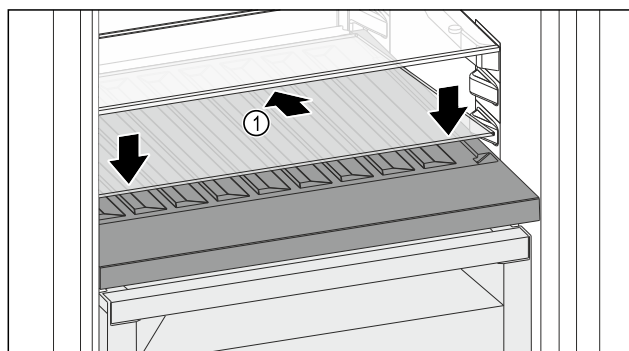

Fig. 141
- ▶ 向后下方倾斜放置玻璃隔板 Fig. 141 (1)。
- ▶ 放低玻璃隔板 Fig. 141 (1) 前部。